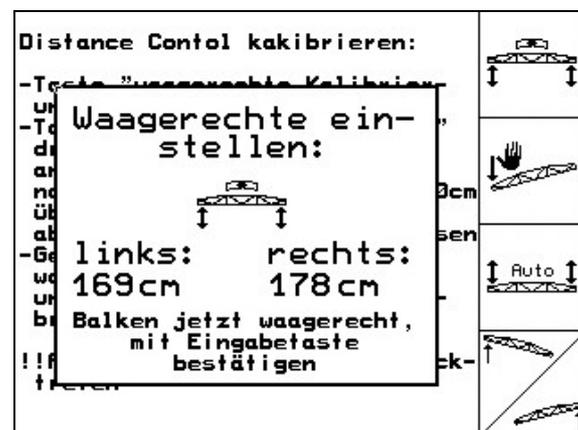

Рис. 28
4. Нажатием , выровняйте штанги в горизонтальном положении. Постоянно показываются текущие высоты обоих датчиков (Рис. 28).